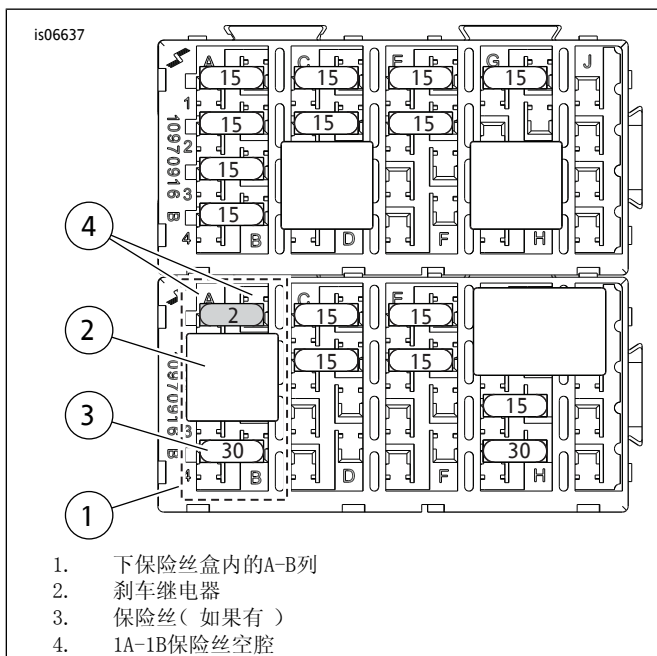

图14。P&A IGN保险丝空腔（2008年款及之后的Touring车型）
- 参见图14。找到下保险丝盒( 1 )中的保险丝空腔1A-1B( 在盒盖上标有“P&A IGN”和“2A MAX” )。拆下当前安装在A-B列中的刹车继电器( 2 )和保险丝( 3, 如果有 ), 注意它们的位置。